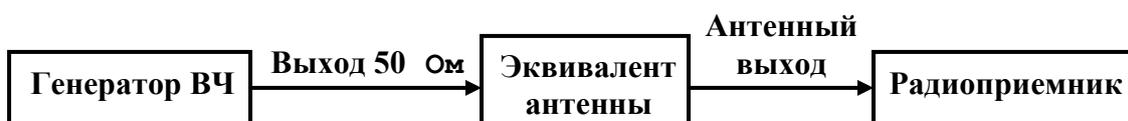

Рис. 20. Схема подачи ВЧ сигнала через эквивалент антенны
- если есть вход для подключения наружной антенны, сигнал подается по коаксиальному кабелю через согласующее звено - эквивалент антенны (рис. 20);